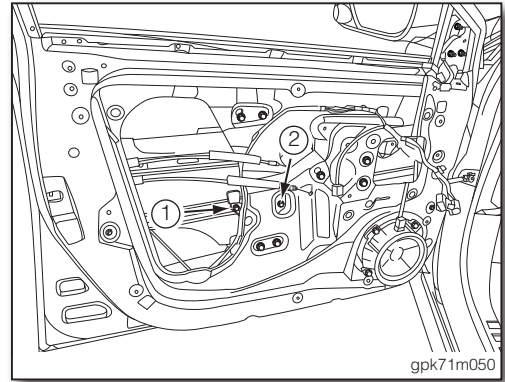

图 1
5. 以手或其它适当工具固定前车门玻璃上缘, 并拆下前车门玻璃固定螺栓①、② (如图 1)。